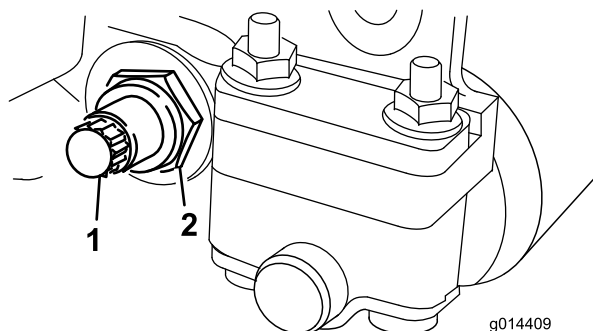
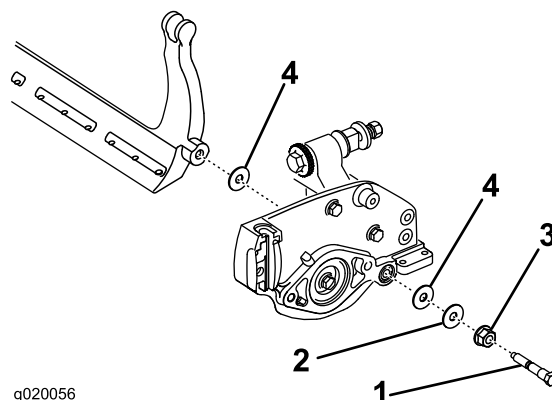

Figure 20
Figure 21
3. De chaque côté de la machine, desserrez le contre-écrou de fixation du boulon de la barre d'appui (Figure 20).
4. Retirez les boulons de la barre d'appui afin de pouvoir abaisser la barre et la déposer du boulon de la machine (Figure 20). Mettez de côté les deux rondelles en nylon et une des rondelles en acier estampée situées de chaque côté de la barre d'appui (Figure 21).
2. Fixez la barre d'appui sur chaque plaque latérale avec 2 boulons (munis d'écrous) et 6 rondelles. Placez une rondelle en nylon de chaque côté du bossage de la plaque latérale. Placez une rondelle en acier à l'extérieur de la rondelle en nylon extérieure (Figure 21).
4. Serrez les contre-écrous également de chaque côté jusqu'à ce qu'il ne soit plus possible de tourner les rondelles d'acier à la main (Figure 21).